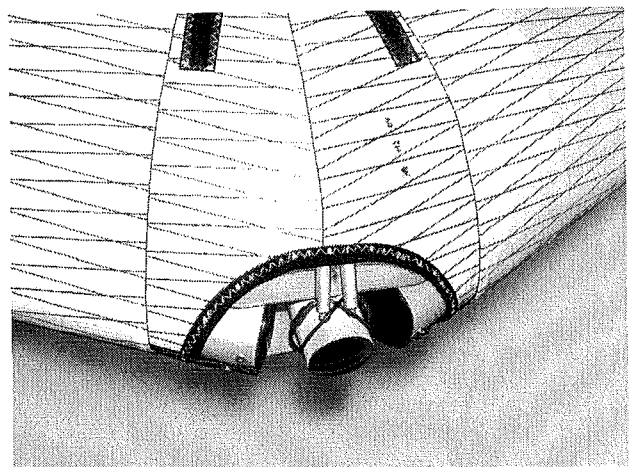

Abb.5
4. Stellen Sie den Gleiter mit der Speedbar auf eine möglichst ebene Fläche. Entfernen Sie den Packsack und die Klettbänder. Die Segellatten aus dem vorderen Teil des Gleiters entnehmen. Die zwei Nasenlatten in die Löcher am Kiel einsetzen (Abb.5). Flügel fast vollständig ausbreiten, so dass der Gleiter